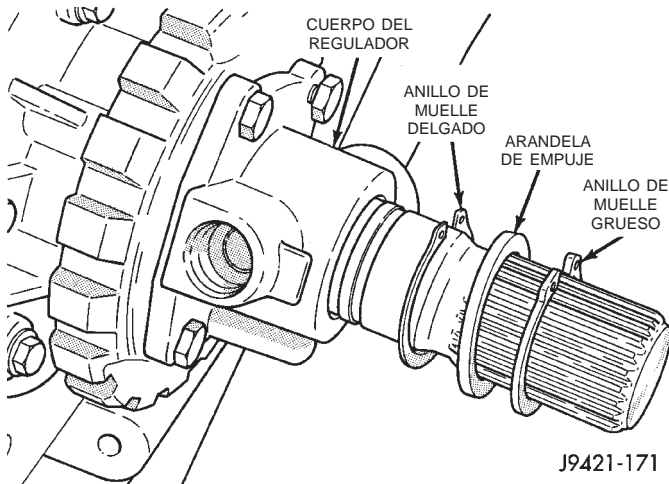

Fig. 32 Anillos de muelle y separador
(11) Retire los anillos de muelle y el separador que retienen el conjunto del cuerpo del regulador y el engranaje de estacionamiento en el eje transmisor (Fig. 32).
(a) Instale primero el anillo de muelle delgado. Instale luego la arandela de empuje y finalmente el anillo de muelle grueso (Fig. 32).